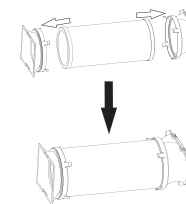

Рис. 4
1. Распрямите гибкий воздуховод, установите впускное и выбросные сопла (рис. 4).